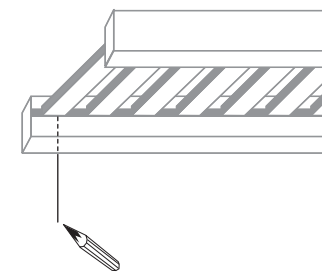

FIG. 2.0
2. Tracer une ligne sur le mur au centre de l'emplacement de la dernière latte (Fig. 2.0)